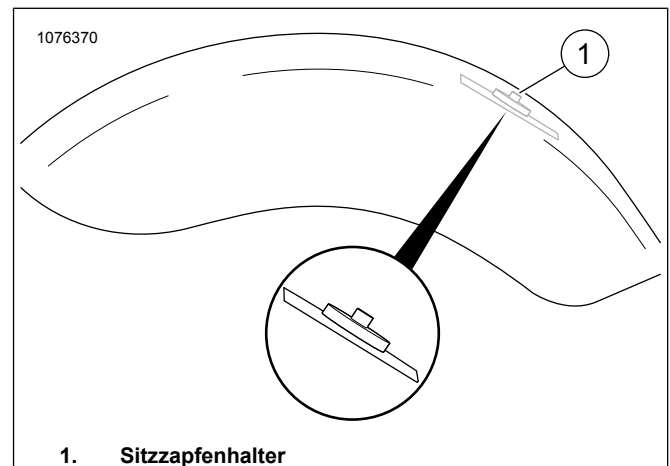

Abbildung 2. Befestigungsteile mit Klebeband
Siehe Abbildung 2. Mit Klebeband den Sitzzapfenhalter (1) an der gleichen Stelle befestigen, an der die Sicherungsmutter des Sitzes entfernt wurde.